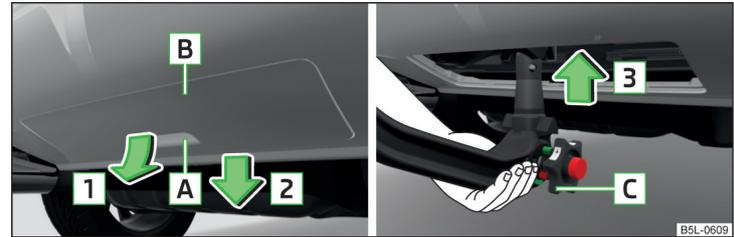

Fig. 146 Extraer la caperuza cobertera situada en el parachoques trasero / aplicar la barra de cabeza esférica
- Agarre la caperuza cobertera situada en el parachoques trasero **B** » fig. 146 por el asidero **A**, desbloquéela en el sentido de la flecha **1** y extráigala en el sentido de la flecha **2**.
- Agarrar la barra de cabeza esférica **desde abajo** » fig. 146 y colocarla en la cavidad de alojamiento en el sentido de la flecha **3** hasta el tope. La barra de cabeza esférica debe encajar de forma audible » **!**.
El volante **C** » fig. 146 gira **automáticamente** hacia atrás y descansa sobre la barra de cabeza esférica » **!**.